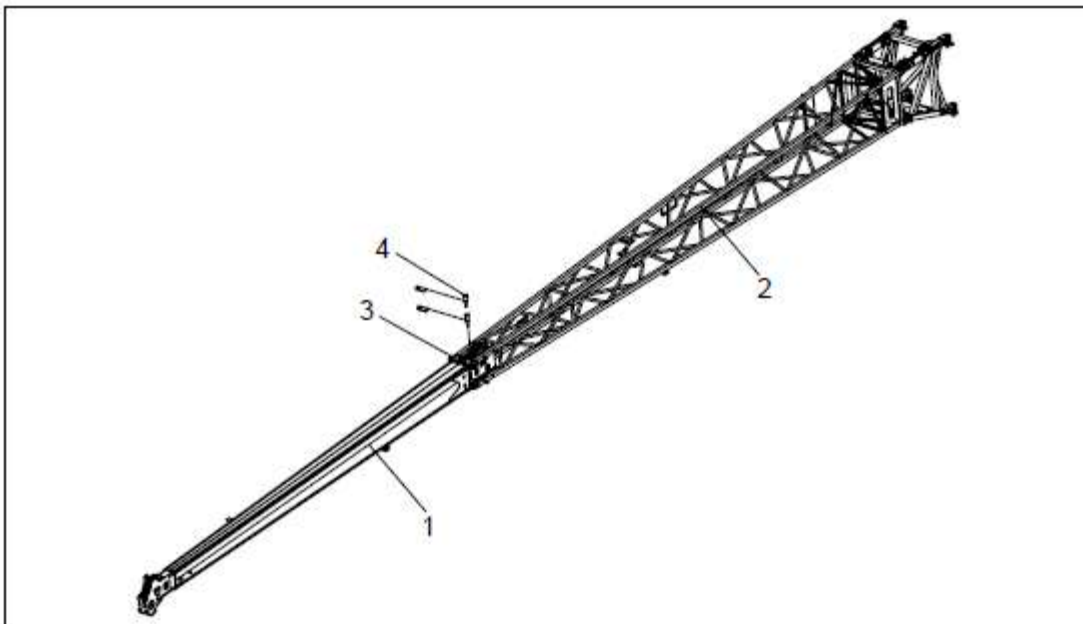

Fig.4-3.39
- 2) Remova o pino do eixo B do braço dobrável. Insira o pino de eixo B, quando o braço de dobragem atingir a posição representada na Fig.4-3.39;